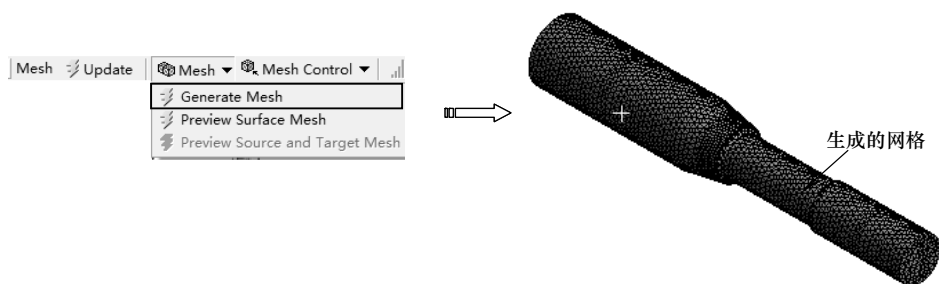

图 7-58 生成网格
3) 在【Outline (分析树)】中选择【Mesh】节点，单击【Mesh】工具栏上的【Mesh (网格)】|【Generate Mesh (生成网格)】命令，将弹出网格生成进度条，表明正在划分网格。当网格划分完成后，进度条自动消失，最终生成效果如图 7-58 所示。